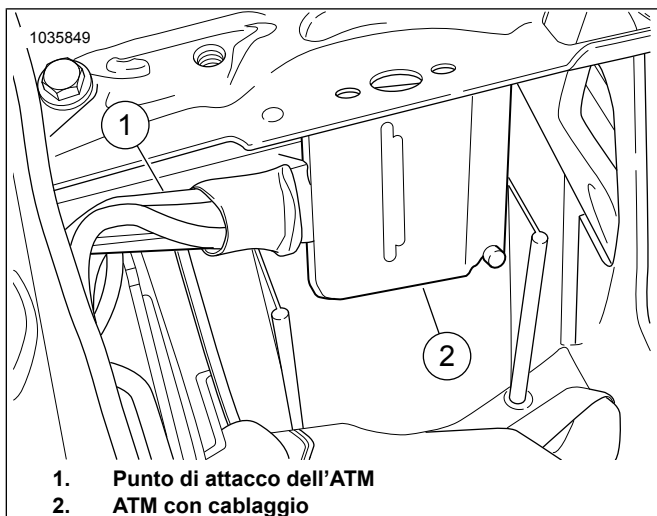

Figura 14. Punto di attacco dell'ATM
13. Vedere Figura 14. Pulire la superficie di montaggio con un tampone inumidito con alcol. Rimuovere il rivestimento dalla parte posteriore adesiva e installare il nastro dual lock sull'ATM. Rimuovere il rivestimento dalla parte posteriore adesiva e installare l'ATM (1) sul retro del vano della batteria.